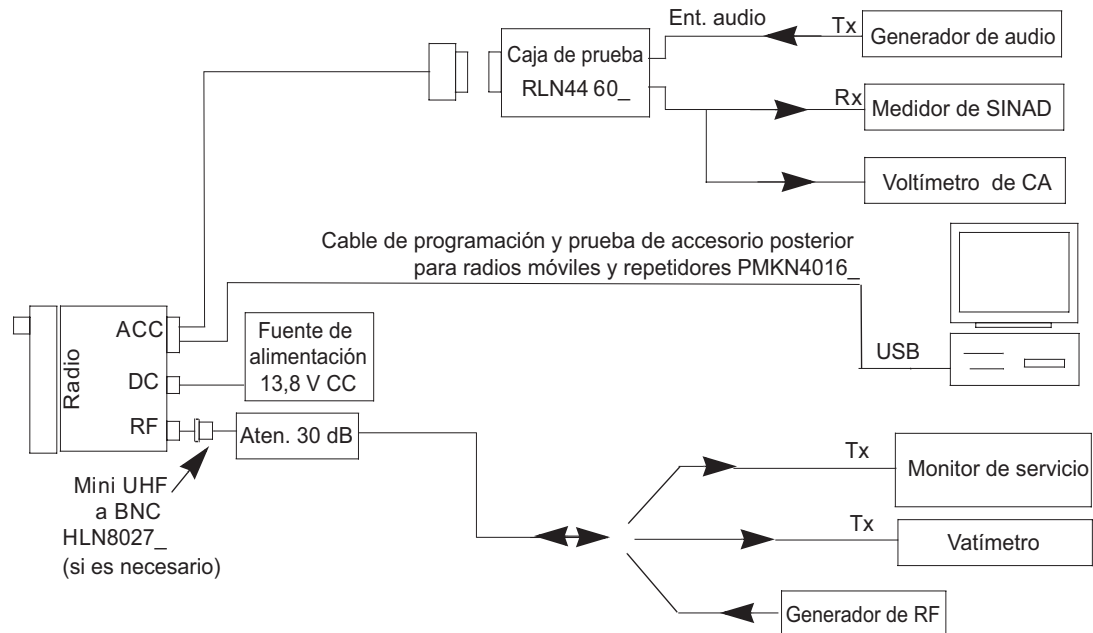

Figura 4-4 Configuración del equipo de sintonización del radio
Para sintonizar el radio se necesita una computadora personal (PC) con Windows 2000/XP y el programa de sintonización (Tuner) (disponible como parte del kit de CPS MOTOTRBO). Para realizar los procedimientos de sintonización, el radio deberá estar conectado a la PC y a la configuración del equipo de prueba según se ilustra en la Figura 4-4.